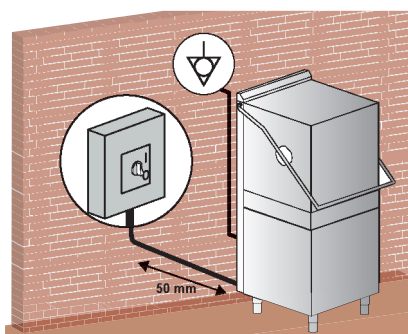

Bild 4.
- Håll ett avstånd på minst 50 mm från väggarna för att ventilera motorerna (se bild 4). Installera en ånghuv för att säkerställa god ventilation i rummet för att avlägsna ånga och överlopps fukt.